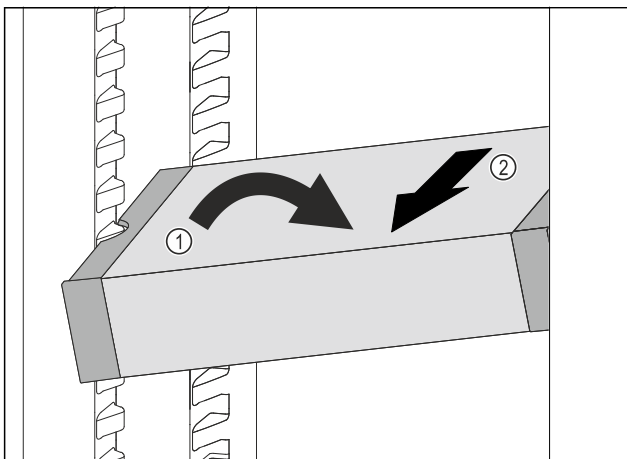

Fig. 137
- ▶ Coloque el VarioSafe en el compartimento del frigorífico en posición oblicua. Fig. 137 (1)
- ▶ Extraiga el VarioSafe hacia delante. Fig. 137 (2)